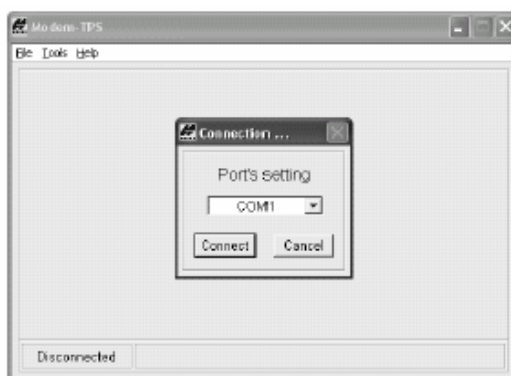

Figura 2-19. Conexión a Modem-TPS
3. Abra Modem-TPS y seleccione el puerto COM al que está conectado el receptor (Figura 2-19).